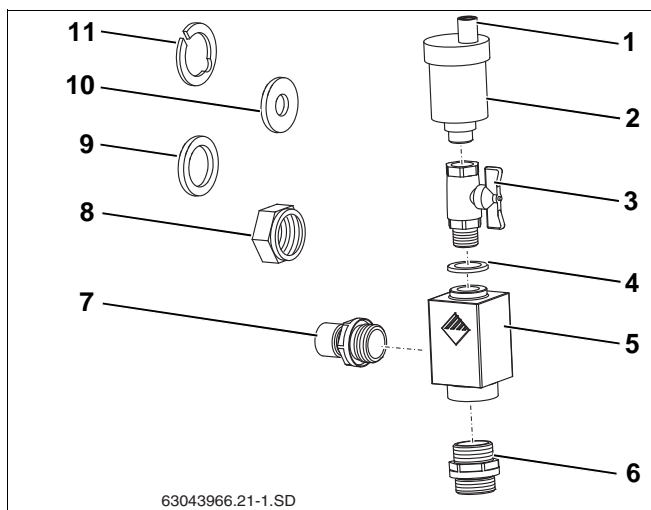

Fig. 55 Udluftersæt universelt
Solvarmeanlægget udluftes via den åbne tapskrue. Vejrbeskyttelseskappen (fig. 55, **pos. 1**) skal altid sidde på tapskruen under drift, så der ikke kan trænge fugt ind i solvarmeanlægget gennem den åbne tapskrue.
Leveringsomfang udluftersæt universelt (fig. 55):